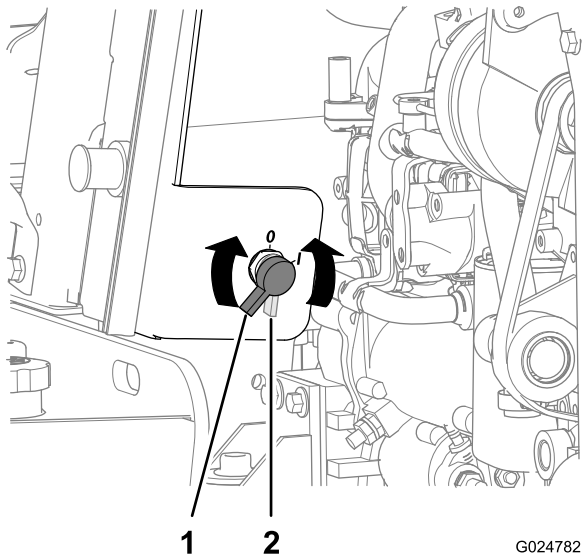

Figura 80
2. Conecte el cable positivo del cargador de la batería al borne positivo de la batería (Figura 80).
2. Gire el interruptor de desconexión de la batería en sentido antihorario a la posición de Apagado (Figura 80).
8. Gire el interruptor de desconexión de la batería en sentido horario a la posición de Encendido (Figura 80).